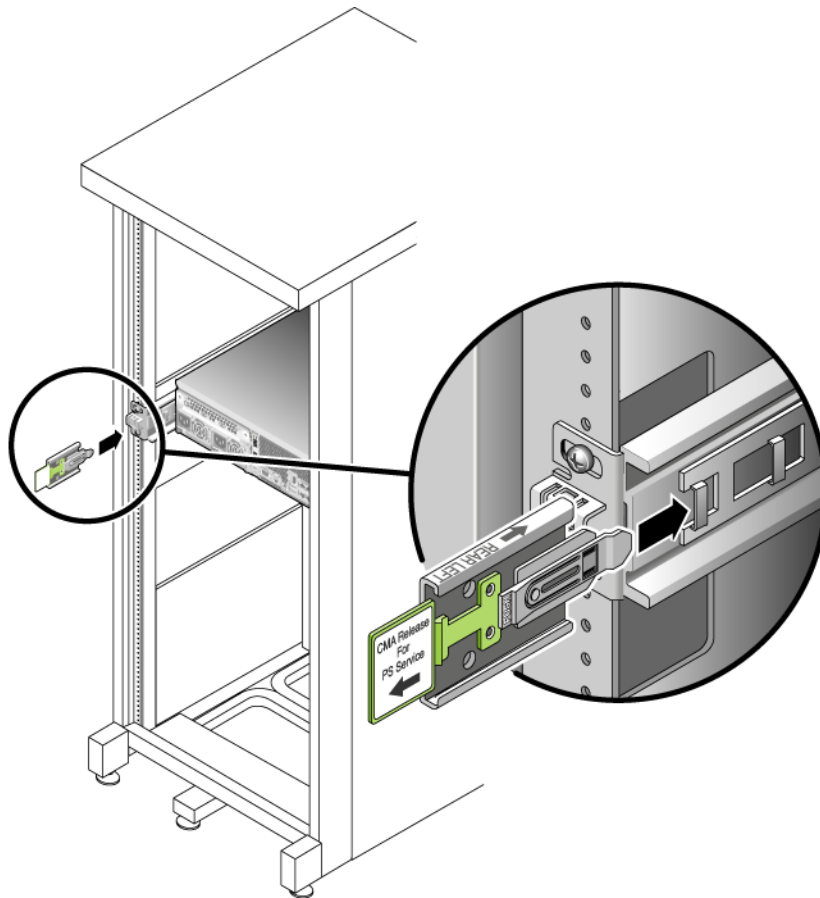

FIGURA 2-19 Inserción de la extensión de la guía CMA en la parte posterior de la guía deslizante de la izquierda
1. En la parte trasera del bastidor, introduzca la extensión de la guía CMA en el extremo del conjunto de guías deslizantes de la izquierda (FIGURA 2-19).